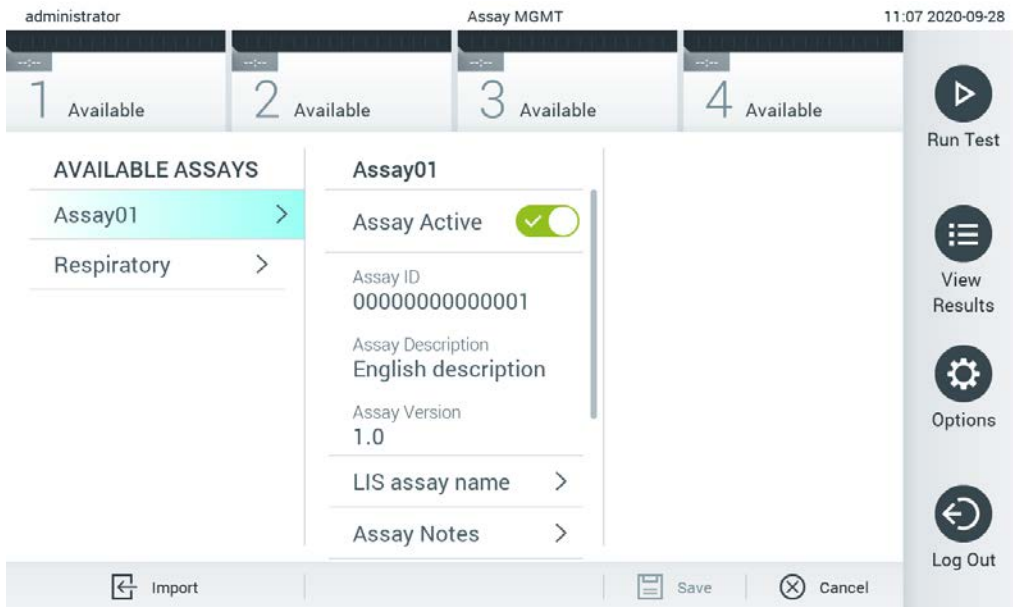

Figure 61. Activation du dosage.
7. Le dosage devient actif si vous sélectionnez Assay Active (Dosage actif) (figure 61).